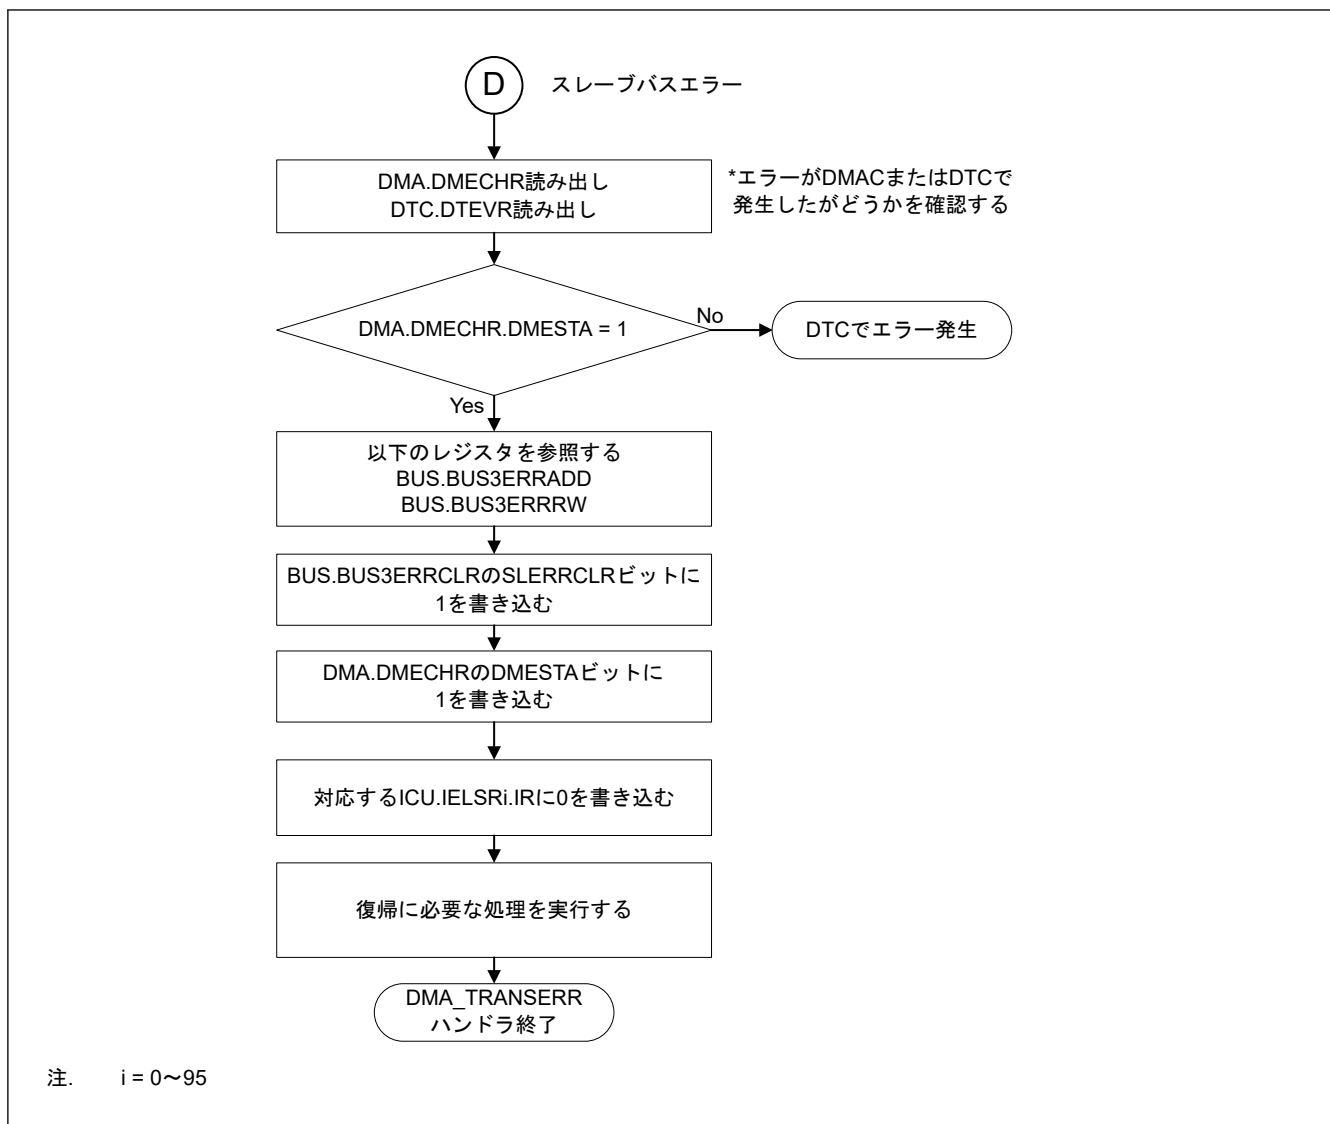

図 16.31 スレーブバスエラーによる DMA_TRANSERR ハンドラの処理
- 図 16.31 に DMAC のスレーブバスエラーが発生したチャンネルとセキュリティ属性を確認するフローを示します。